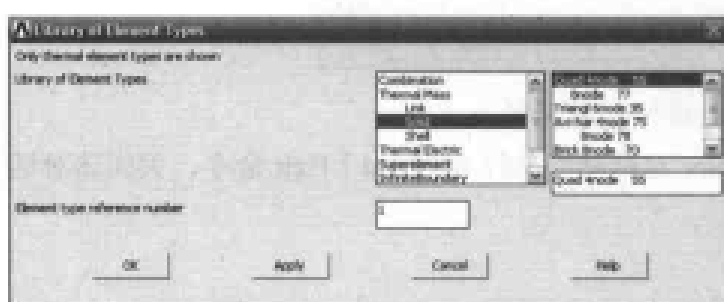

图 12-2 单元类型列表对话框
(1) 选择 Main Menu | Preprocessor | Element Type | Add/Edit/Delete 命令, 出现 Element Type 对话框, 单击 Add 按钮, 出现 Library of Element Types 对话框。
(2) 在 Library of Element Types 的两个列表框中分别选择 Thermal Solid、Quad 4node 55 选项, 在 Element type reference number 文本框中输入 1, 如图 12-2 所示, 单击 OK 按钮关闭该对话框。